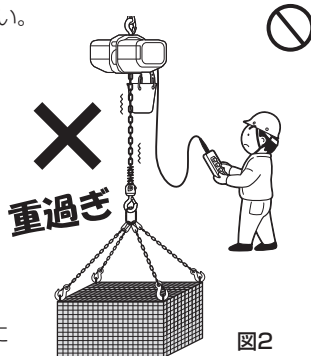

図2
(4)使用荷重を超える荷は、絶対につらないでください。(図2)